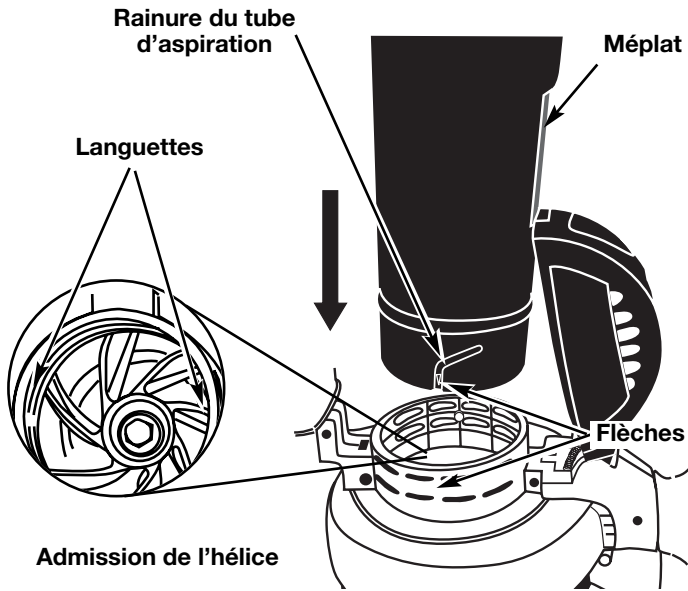

Fig. 4
5. Tandis que vous gardez la porte d'aspiration ouverte, trouvez le tube d'aspiration assemblé (assemblé dans l'étape 2). Positionnez le tube pour que la surface soit en face de la porte d'aspiration. Les rainures sur le côté du tube s'aligneront avec les petites pattes dans l'admission de l'hélice (Fig. 4). De l'extérieur, alignez la petite flèche sur le tube d'aspiration avec le point sur l'admission de l'hélice.
Votre appareil est livré avec une bouteille d'huile SAE 30 SF, SG, SH de 90 ml (3,04 oz) (Fig. 4).
1. Dévisser le bouchon de la bouteille d'huile et retirez le papier couvrant l'ouverture. Remplacez le bouchon. Coupez la pointe de la buse de l'entonnoir (Fig. 4).